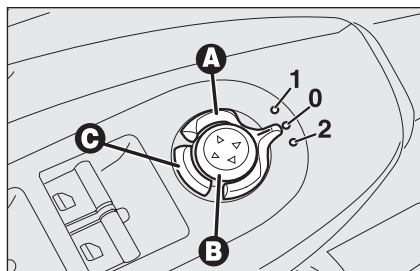

fig. 39
Sélectionner, à l'aide du dispositif **A**-fig. 39, le rétroviseur désiré:
En cas de nécessité (par exemple quand l'encombrement du rétroviseur créé des difficultés dans un passage étroit) on peut plier les rétroviseurs en appuyant sur le bouton **C**-fig. 39.
Pour ramener les rétroviseurs en position de marche, appuyer de nouveau sur le bouton **C**-fig. 39.
- tourner le sélecteur **A-fig. 39** en position **2** (sélection rétroviseur côté passager);
Procéder comme suit : insérer la clé électronique dans le dispositif de démarrage, insérer la marche arrière, avec une vitesse avant ou bien en tourner le sélecteur **A-fig. 39** en position **2** (sélection rétroviseur côté passager).
marche arrière, immédiatement après le dépassement de 10 km/h avec une vitesse avant ou bien en tourner le sélecteur **A-fig. 39** en position **0**.